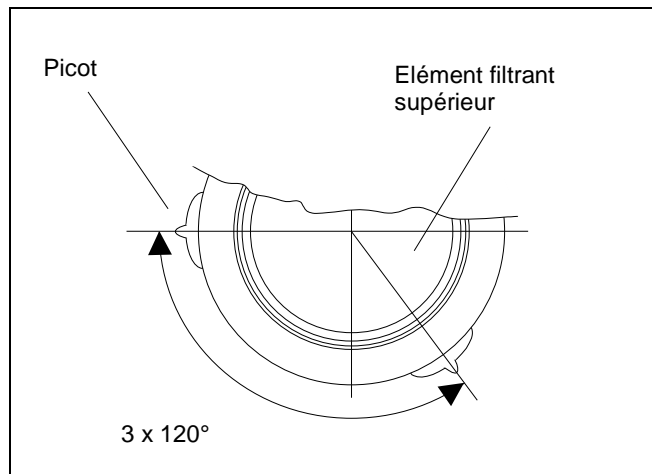

Fig. 10: Vue de dessus de l'élément filtrant
- Coller le joint (12) sur la plaque de filtre (13).
- Pousser l'unité de décolmatage (14) montée à travers la plaque de filtre (13).
- Visser la fixation en trois points de l'unité de décolmatage (14) montée sur la plaque de filtre (13) (voir Préparation de la plaque de filtre).
- Pousser l'élément filtrant supérieur (15) sur la buse tournante de l'unité de décolmatage montée (14) jusqu'à la plaque de filtre avec bague de centrage (17).
- Tourner l'élément filtrant (15) jusqu'à ce que les 3 picots (voir figure 10) se trouvent sur les 3 boulons de retenue (21).
- Pousser l'élément filtrant inférieur (15) avec la bague de centrage double (18) sur la buse tournante de l'unité de décolmatage montée (14) jusqu'à l'élément filtrant supérieur.
- Visser le disque d'extrémité (16) libre avec un manchon manchon d'accouplement à vis à six pans (19) sur le boulon fileté (20) de l'axe, jusqu'à la plaque de filtre.